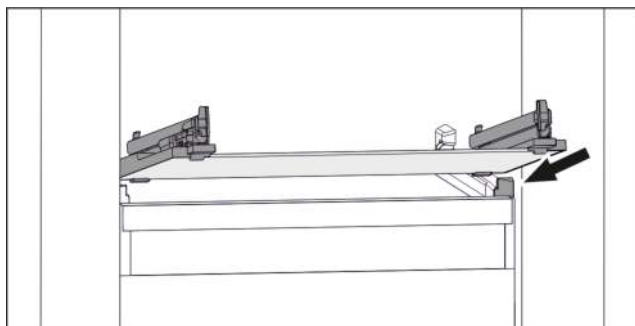

Fig. 81 Beispielhafte Darstellung der Glasplatte
- ▶ Glasplatte schräg hinter den Stoppern aufsetzen. (siehe Fig. 81)